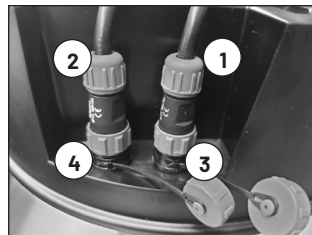

Fig. 1
1. Reliez la borne pour mise à la terre (13) à un piquet de mise à la terre à l'aide du câble de raccordement terre fourni. Pour une mise à la terre correcte, suivez les conseils figurant au paragraphe 7.4.
2. Branchez le câble de raccordement de l'adaptateur secteur (1) et/ou le câble de raccordement batterie (2) sur la borne prévue à cet effet sur l'électrificateur et vissez fermement la fiche (fig. 1).